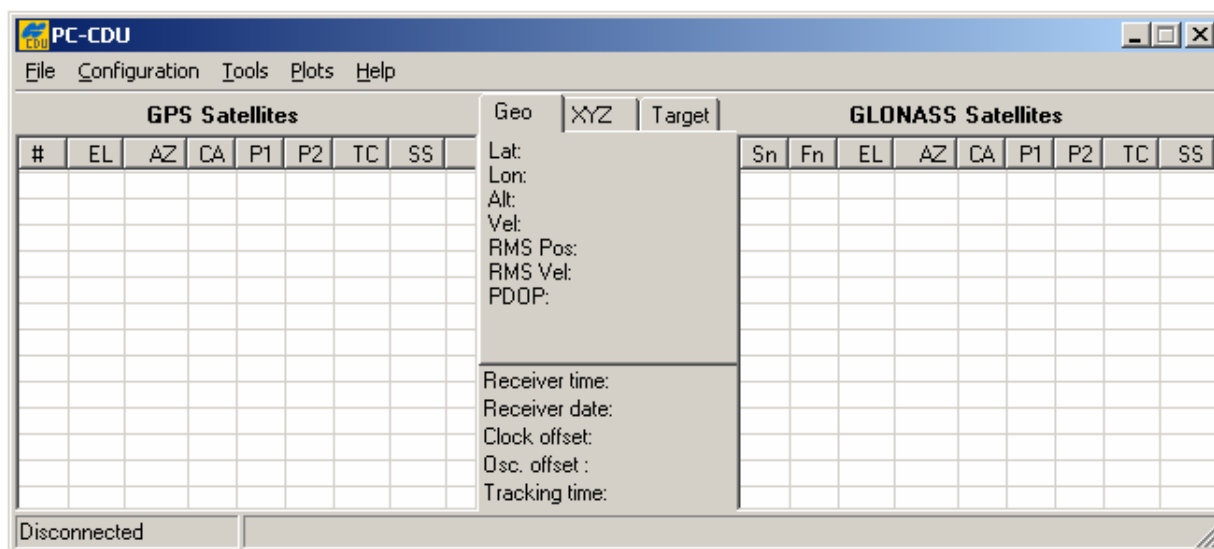

Рисунок 2-7. Главное окно PC-CDU
1. После установления соединения приемника и компьютера запустите на компьютере PC-CDU. Сразу после запуска программы ее главное окно примет вид, показанный на рис. 2-7.